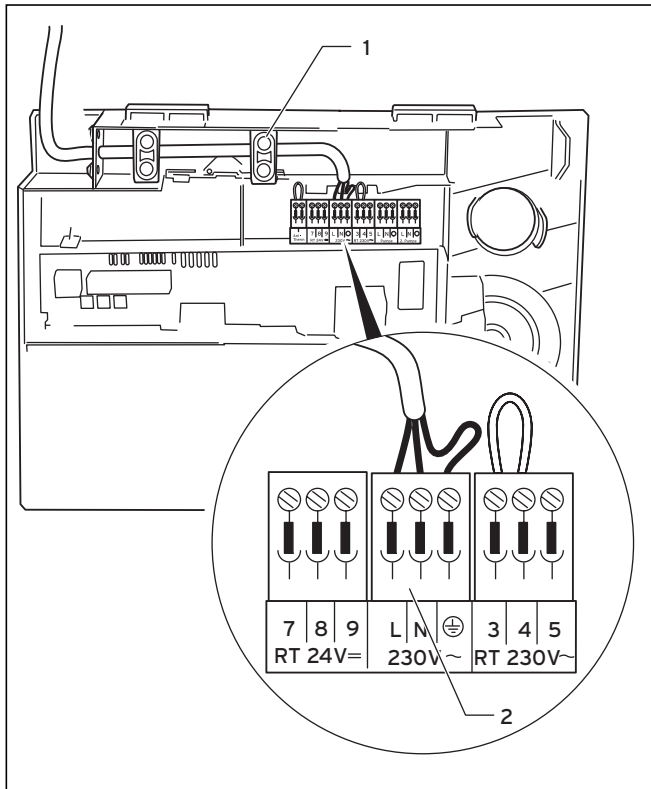
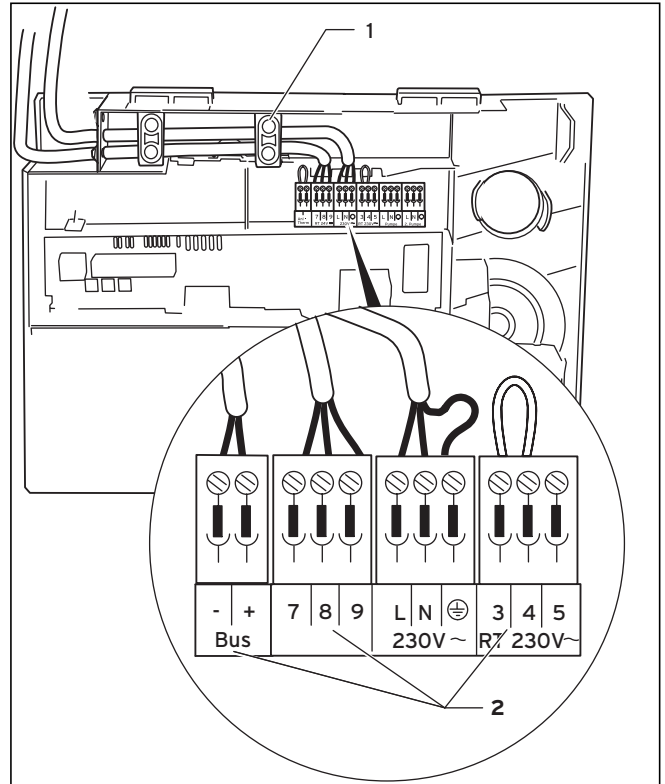

Abb. 5.11 Anschluss der Netzzuleitung
Abb. 5.12 Anschluss einer witterungsgeführten Regelung
- Verlegen Sie die Netzzuleitung im Schaltkasten wie in Abbildung 5.11 gezeigt.
- Sichern Sie die Leitung mit der Zugentlastung (1).
- Klemmen Sie die Netzzuleitung an den dafür vorgesehenen Klemmen $\oplus$, N und L des System ProE an (2).
- Verlegen Sie die erforderlichen Leitungen zur Anschlussebene im Schaltkasten wie in Abbildung 5.11 gezeigt.
- Sichern Sie die Leitungen mit den Zugentlastungen (1).
- Schließen Sie die Anschlusskabel entsprechend Abbildung 5.12 an die entsprechenden ProE Stecker (2) bzw. Steckplätze der Elektronik an.